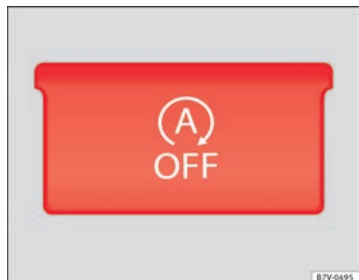

Fig. 141 Dettaglio della console centrale: tasto per la modalità Start-Stop
- Premere il tasto  nella console centrale → fig. 141.